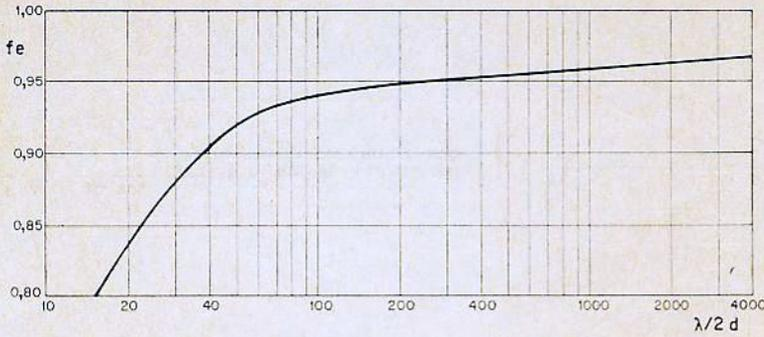

Figura 10
5) Calculamos o parâmetro  $\lambda/2d$  e entramos na curva da figura 10, obtendo o fator de encurtamento  $f_e$ .
Vamos na figura 10, obtendo  $f_e$  (fator de encurtamento)